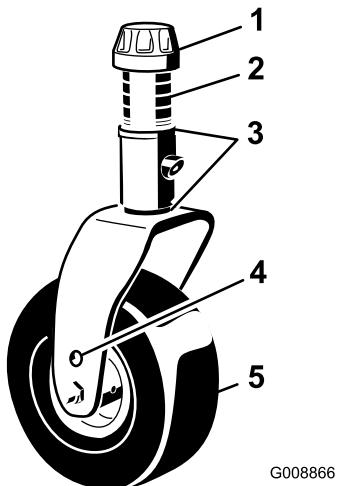
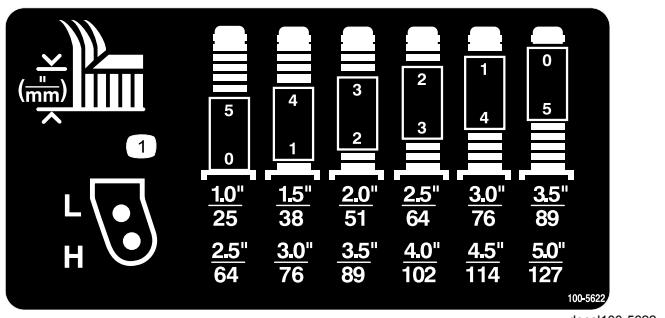

Figura 6
Figura 7
2. Posizionate gli assali delle ruote orientabili negli stessi fori su entrambe le forcelle. Fate riferimento a Figura 6 e Figura 7 per determinare i fori adeguati all'impostazione voluta.
3. Togliete il cappuccio di tensione dall'asse del mandrino (Figura 6) ed estraete il perno dal braccio della ruota orientabile. Montate i 2 spessori (3 mm) sull'asse del mandrino come erano montati in origine. Questi spessori servono per ottenere un livellamento sull'intera larghezza degli apparati di taglio. Mettete il numero opportuno di distanziali da 13 mm sull'asse del mandrino, fino ad ottenere l'altezza di taglio richiesta, quindi montate la rondella sul perno.
Fate riferimento a Figura 7 per determinare le combinazioni di distanziali necessari per l'impostazione voluta.